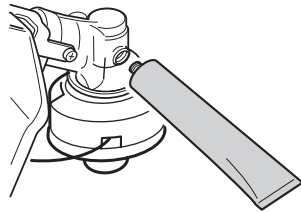

Fig. 28
**Caja de engranajes (Fig. 28)**